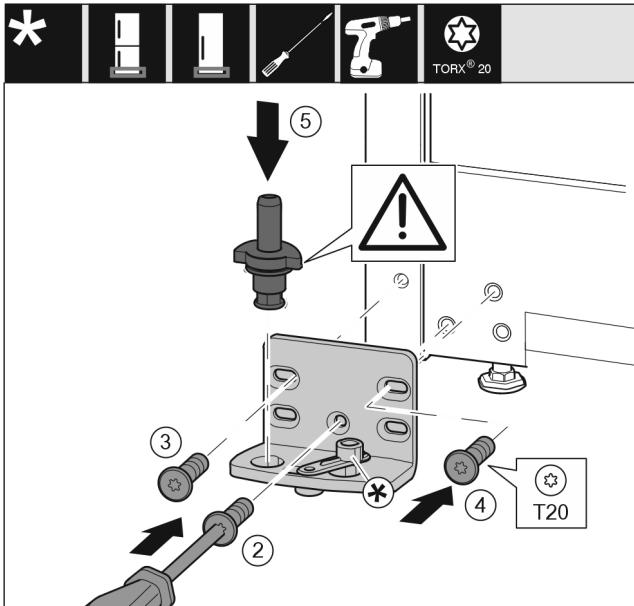

Fig. 14
- Ložiskovú konzolu nasadťte na druhú stranu a priskrutkujte ju pomocou skrutkovača T20. Začnite skrutkou 2 dole v strede. Fig. 14 (2)
- Pevne zaskrutkujte skrutku 3 a 4. Fig. 14 (3,4)
- Ložiskový čap úplne nasadťte. Dbajte pritom na to, aby zaistovací doraz ukazoval smerom dozadu. Fig. 14 (5)